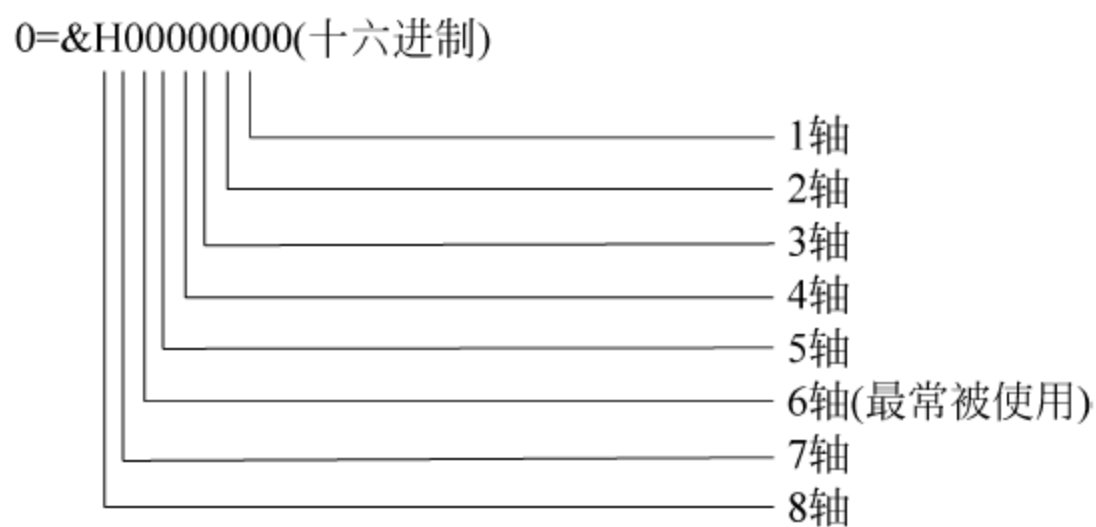

图 11-6 表示 FL2——各关节轴旋转度数的十六进制数
(2) FL2——各关节轴旋转度数。用一组十六进制数表示,如图 11-6 所示。